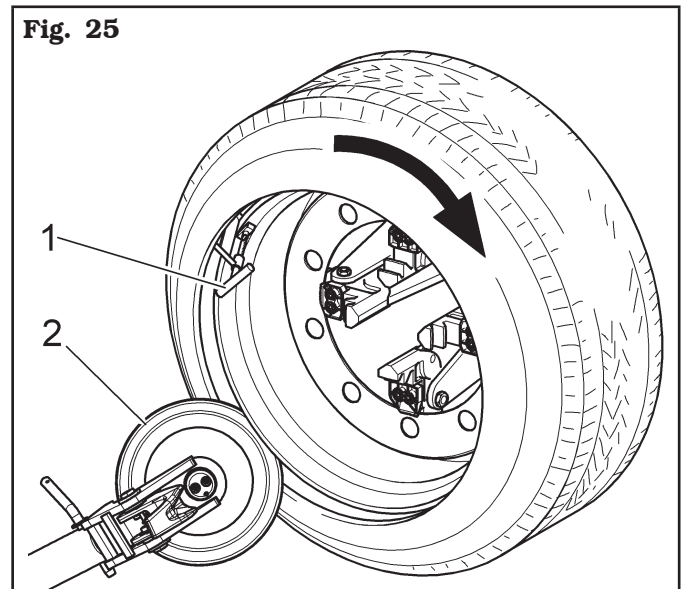

Fig. 25
- Positionner le disque décolle-pneus (Fig. 25 réf. 2) de manière à ce qu'il se situe à une distance d'environ 1,5 cm (0.59") du rebord de la jante. L'étau (Fig. 25 réf. 1) de montage se situe dans la position 11 heures. Tourner le mandrin jusqu'à amener l'étau au point le plus bas (« 6 heures »).